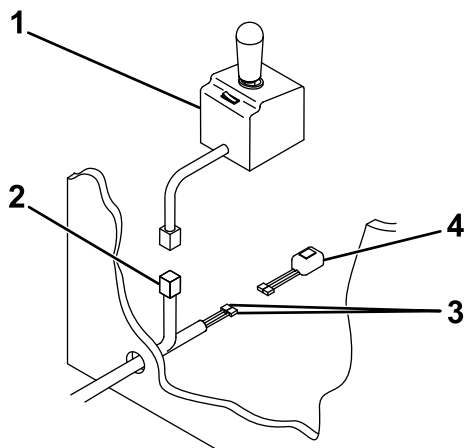

Bild 1
4. Ziehen Sie den Stecker des Schneeschild-Steuergeräts, das schwarze und das schwarz/rote Kabel durch das vorhandene Loch (mit Tülle) in der Spritzwand (Bild 1) in die Fahrzeugkabine.
- Schließen Sie das schwarze und das schwarz/rote Kabel am Scheinwerferkippschalter an (Bild 1).